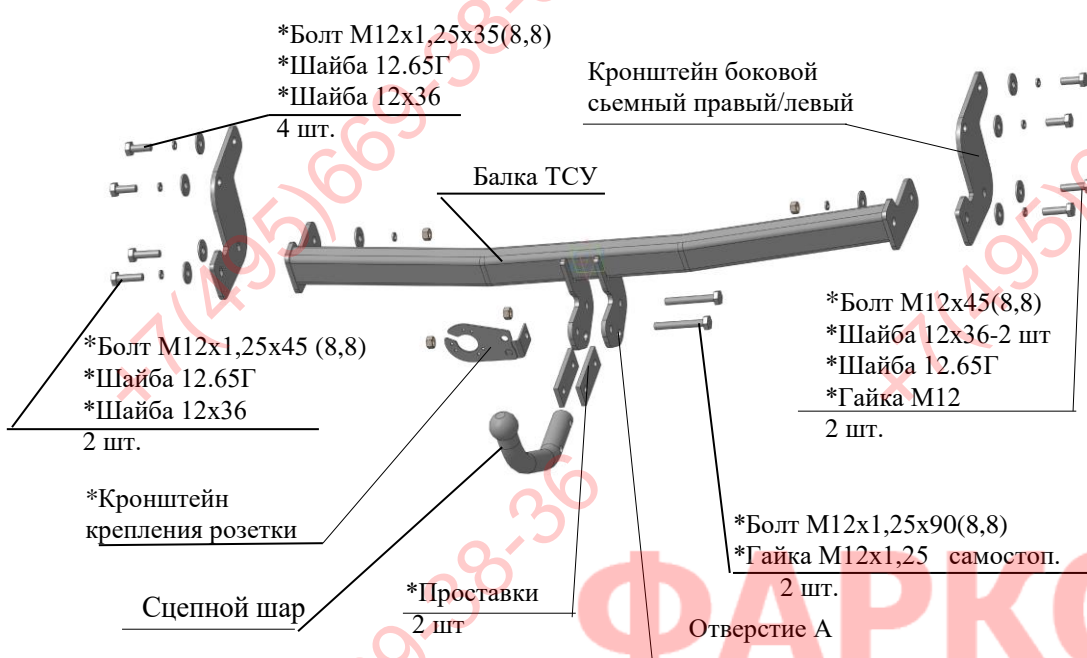

Рис.1 Тягово-сцепное устройство ТСУ 7242.
2.1 ТСУ 7242 в сборе (рис.1)	1 шт.
2.2 Пакет с комплектующими (см. рис.1)	1 шт.
- 4.3 Закрепить левый и правый боковые съемные кронштейны (соответственно рис.1) к боковым внешним полкам лонжеронов а/м болтами М12х1.25х35 (используя гайки приварные штатные), под головки болтов подложить шайбы 12.65Г и 12х36. Крепеж не затягивать.